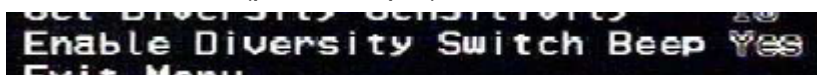

Figura 6: Diversidad Eagle Eyes y alarmas en pantalla de menús, utilizando las OSD Pro
Después de invocar el OSD Pro menús en pantalla, seleccione la opción "Configuración de la estación de Eagle Eyes" elemento del menú principal. A continuación, el menú principal de configuración Eagle Eyes aparecerá, como se muestra en la Figura 5. El Eagle Eyes adicionales menús en pantalla se describe a continuación, en la Figura 6 y Figura 7.
- **Configurar horizonte / vertical** - este elemento de menú invoca el Eagle Eyes Antena menú de configuración de seguimiento, descrito en Figura 6.
Si está utilizando nuestro sistema de a bordo OSD Pro, ambos parámetros se configuran en la pantalla, con el menú se describe en la figura 6. Si no está utilizando el OSD Pro, los parámetros de la diversidad se configuran a través de los botones, como se describe en la sección "Configuración de la Eagle Eyes con la Menús integrados."